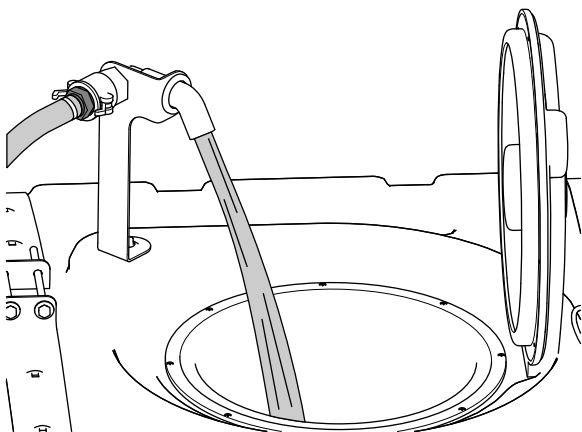

Figure 72
5. Ajoutez les 3/4 de l'eau nécessaire dans la cuve (Figure 72).